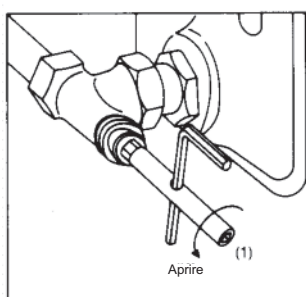

Fig. 5
- 3.3 Con chiave a brugola da 10 (1) allentare il vitone girando in senso antiorario (max. ¼ del filetto) (Fig. 5).